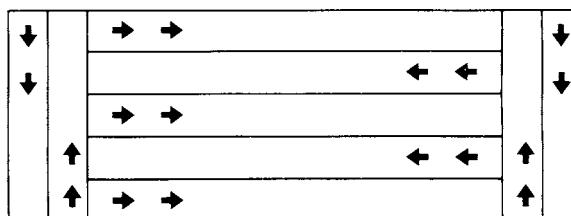

FIGURA 25
4. Para una aplicación más fácil, aplique el material primero a ambos extremos del área. Dos o tres pasos sobre cada extremo son suficientes. Entonces aplique el material hacia adelante y hacia atrás como se muestra. Use las áreas de los extremos para dar la vuelta, cerrando el esparcidor cuando entre en el área y volviéndolo a abrir nuevamente cuando sale de las áreas de los extremos para hacer el siguiente paso. Vea la Figura 25.